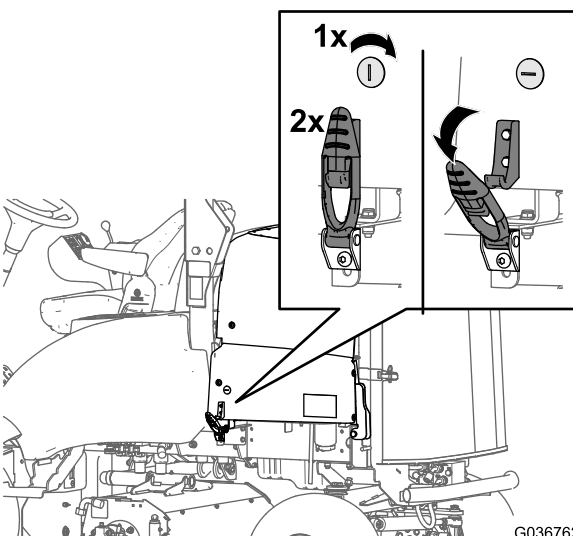

Figura 4
1. Retire los 2 cierres del capó de los enganches (Figura 4).
2. Levante el cable negativo del borne de la batería (Figura 4).